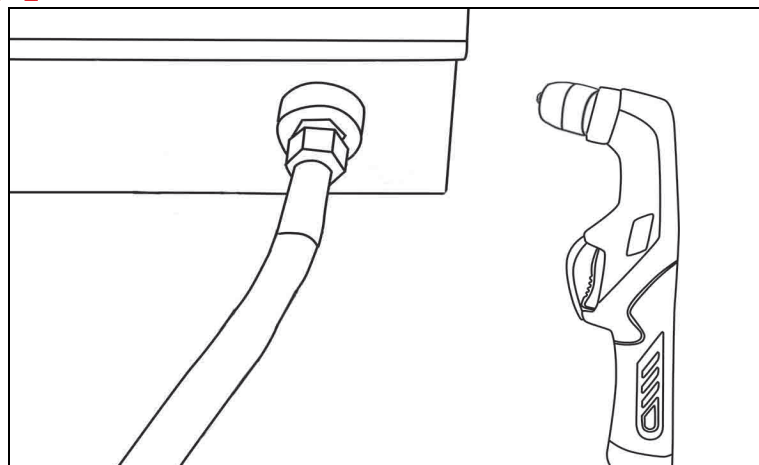

Рис. 4. Подключение разъема горелки (плазмотрона)
4. Подсоедините разъем плазмоторна как указано на рис.4 и 5